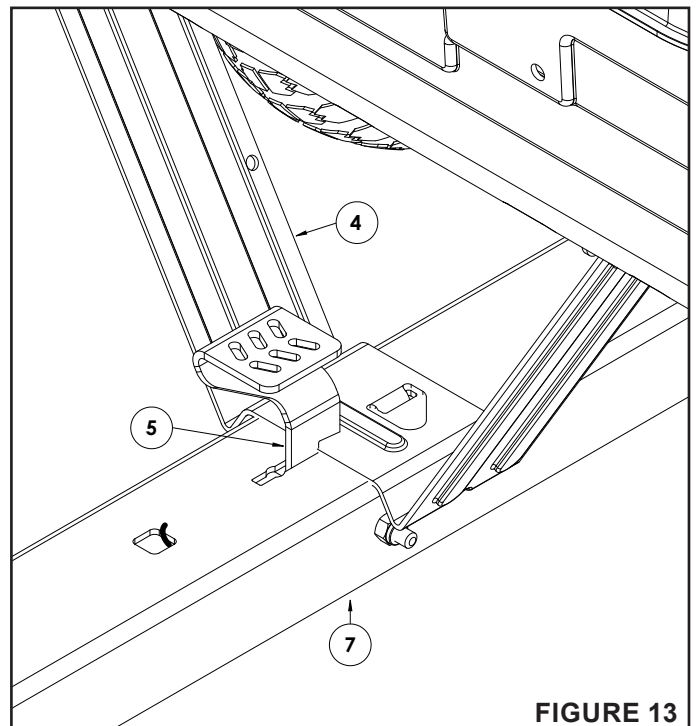

FIGURE 13
ÉTAPE 13 : (VOIR FIGURE 13)
- Pour fixer le support du loquet (4) au loquet de pédale (5), suivez les étapes suivantes :
- Appuyez sur le loquet de pédale (5) et placez le support du loquet (4) sur le timon pivotant (7).
- Relâchez le loquet de pédale (5).